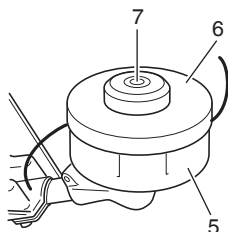

Fig. 3
- Compruebe si la cubierta (5), la caja (6) y otros componentes tienen grietas u otros daños. (Fig. 3).
Si hay un agujero en la parte inferior (7) del botón, cambie las piezas nuevas inmediatamente. (Fig. 3)